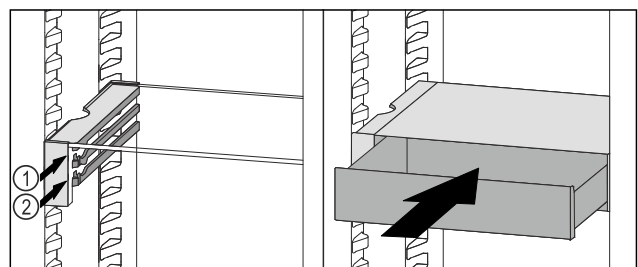

Fig. 107
- ▶ VarioSafe-Schubfach hinter den Stopperrn auf gewünschter Rippe Fig. 107 (1) oder Fig. 107 (2) aufsetzen.